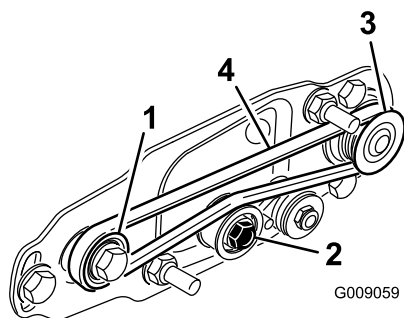

Рисунок 23
- А. Обведите ремень вокруг **ведущего** шкива, а затем проложите по верхней части натяжного шкива (Рисунок 23).
- В. Начните надевать ремень на **ведомый** шкив (Рисунок 23).